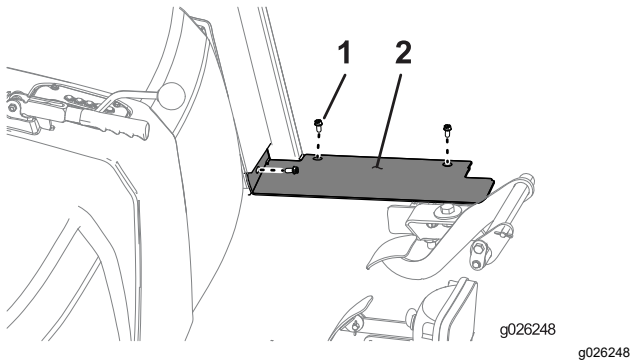

Figura 45
1. Montate i pannelli delle piastre a pavimento su ciascun lato della macchina utilizzando 3 bulloni (1/4") come mostrato in Figura 45.